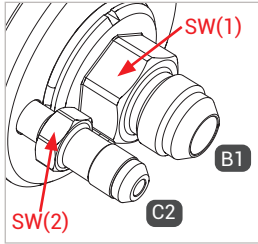

Figure 1
- ▶ Lors du montage du flexible de remplissage et de retour du gaz, exercez une contre-pression sur les méplats SW(1) et SW(2) (Figure 1) à l'aide d'une clé plate.
- ▶ Vissez hermétiquement l'entrée fluide « B1 » à l'embout de raccordement du flexible de remplissage (Figure 1). Voir le tableau ci-dessous pour les couples de serrage.
- ▶ Vissez hermétiquement la conduite de retour du gaz « C2 » à l'embout de raccordement du flexible de retour du gaz (Figure 1). Voir le tableau ci-dessous pour les couples de serrage.